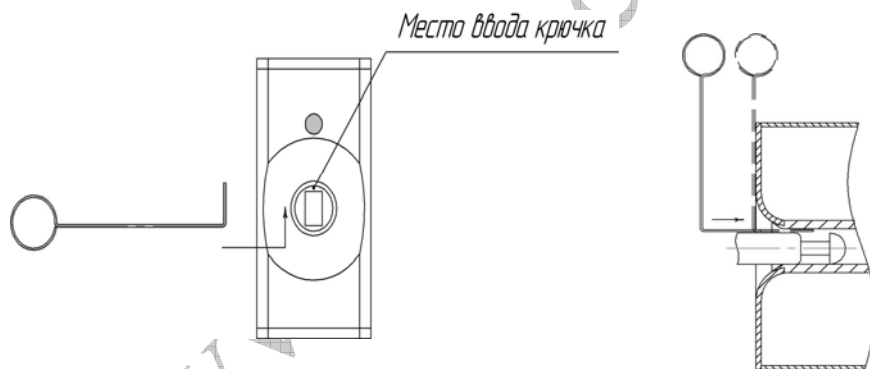

Рис. 1 Аварийное открытие замка
- В случае отключения электричества замок можно открыть, вставив крючок-отмычку в место, указанное на рис. 1.
- После ввода крючка в замок (рис. 1) необходимо нажать дверь и потянуть её вместе с крючком на себя.
ВНИМАНИЕ: замок устанавливать горизонтально, положение - белой метки – вверху! (см. рис. 1)